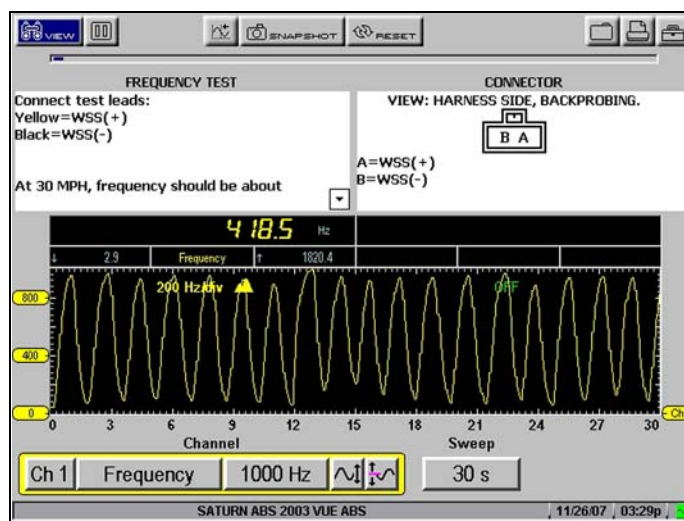

Abbildung 4-14 Testergebnisse (Beispiel)
5. Überprüfen und verifizieren Sie die Testergebnisse wie auf dem Bildschirm erläutert (Abbildung 4-14).